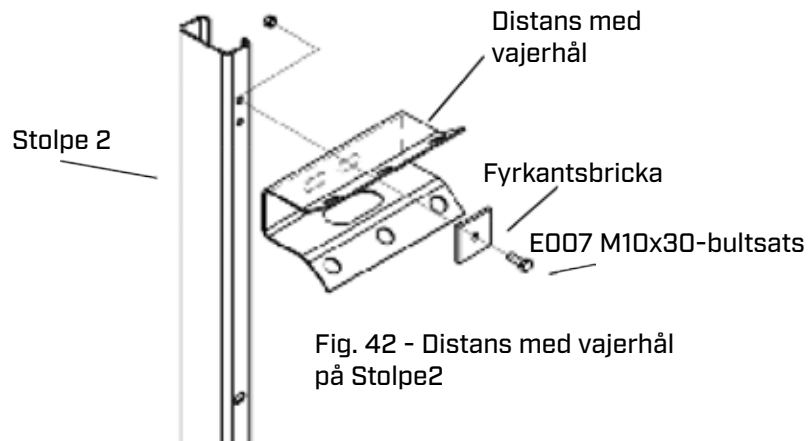

Fig. 42 - Distans med vajerhål på Stolpe2
4.4 Använd E007 bultsats och fyrkantsbricka för att montera Distans med vajerhål på ena sidan av Stolpe 2. Det övre hålet på stolpen skall användas. Alla distanser har två spår på insidan för montering. Använd spåret som visas i Fig. 42.